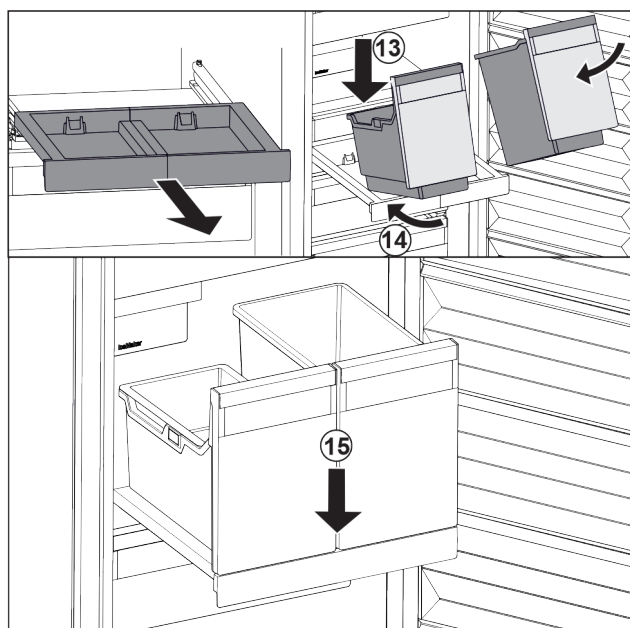

Fig. 47
- Sätt på behållaren i vinkel på utdragshyllan. Fig. 47 (13)
- Skjut in behållaren i vinkel så långt det går. Fig. 47 (14)
- Sätt ned behållaren framtill. Fig. 47 (15)